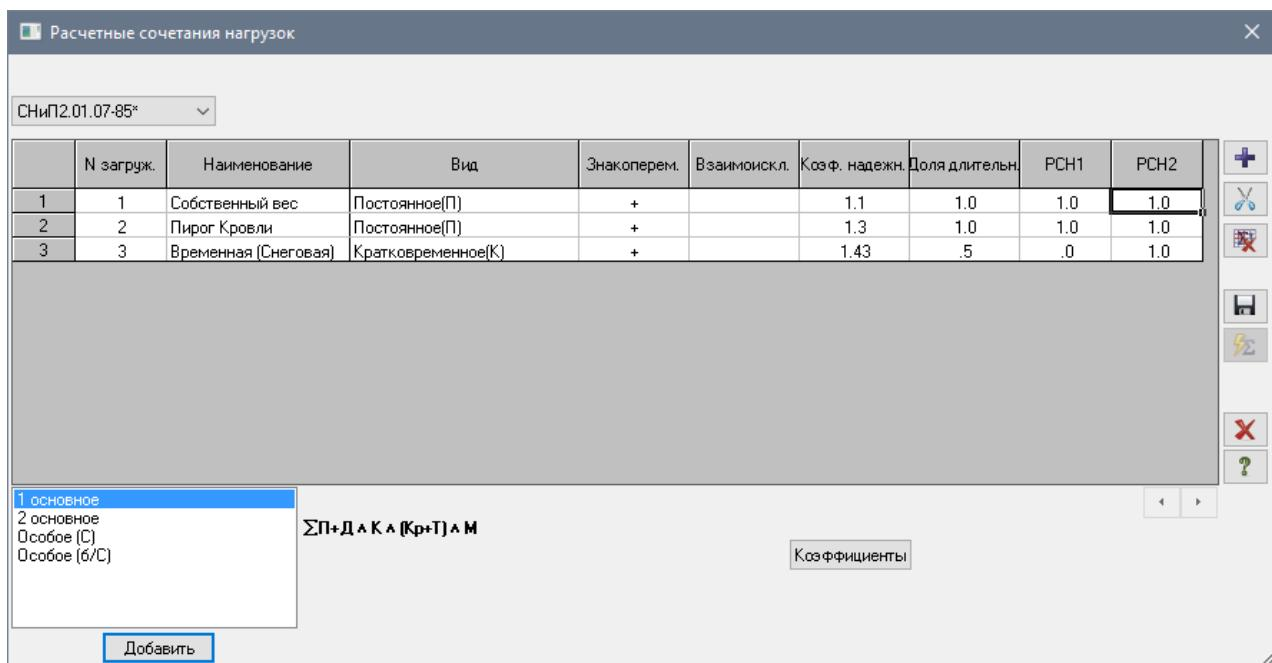

Рис.8.1. Диалоговое окно *Расчетные сочетания нагрузок*
- Щелчком по кнопке – РСН (панель Доп. расчеты на вкладке Расчет) вызовите диалоговое окно **Расчетные сочетания нагрузок** (рис.8.1).